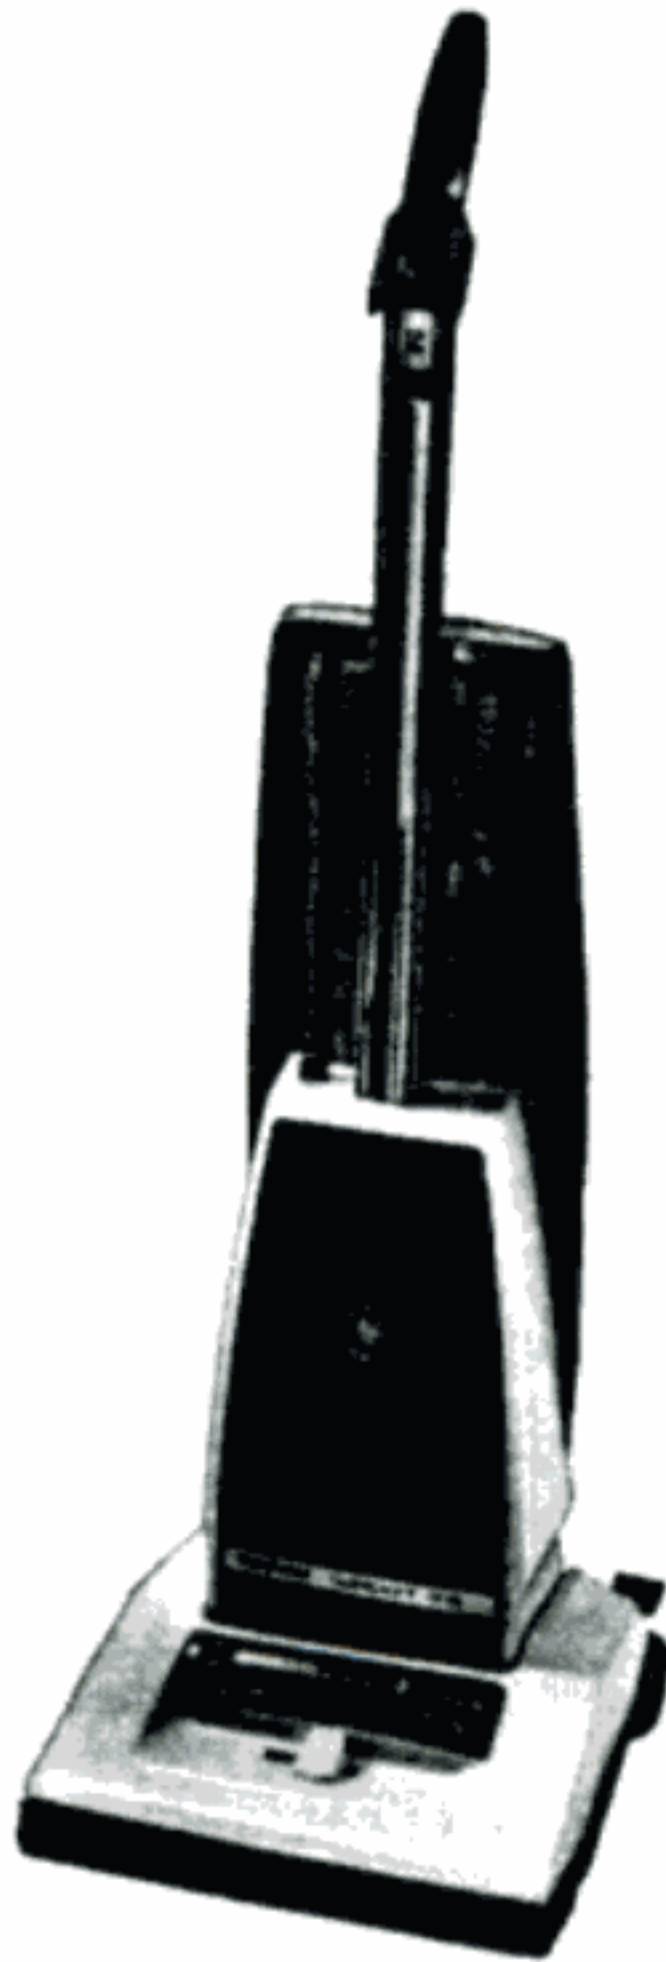

Fig. 4-2 Aspiradora vertical. (Cortesía de Hoover Company.)
2. *Verticales.* En las aspiradoras verticales la acción limpiadora se produce mediante agitación y aspiración combinadas. La aspiración atrae la alfombra hacia la boquilla y los cepillos y/o los batidores agitan y desprenden de la alfombra la suciedad y el polvo, que la corriente de aire arrastra hacia el saco. (Fig. 4-2.)